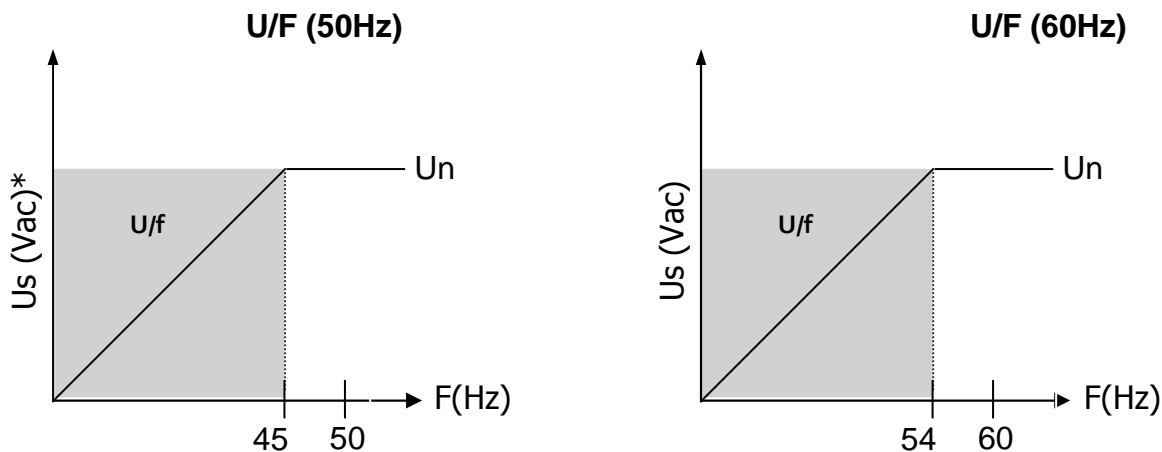

Figura 5: Operação da proteção U/F.
O trimpot **U/F** determina o ponto de atuação do modo U/F, que pode ser desde a frequência nominal (F_n) até $1/3$ de F_n , cujo valor sai ajustado de fábrica 10% abaixo da F_n . Para operação em 60Hz é ajustado para 54Hz e para operação em 50Hz é ajustado para 45Hz (ver figura 5), cujo valor pode ser alterado de acordo com a necessidade de cada aplicação.
1. Não deixar a proteção U/F aberta. A configuração deve ser feita conforme Figura 5 para evitar problemas no desligamento. A frequência limitada pelo U/F é a frequência da forma de onda que se encontra na entrada de alimentação do circuito e não para entrada de realimentação (tensão de saída do gerador).